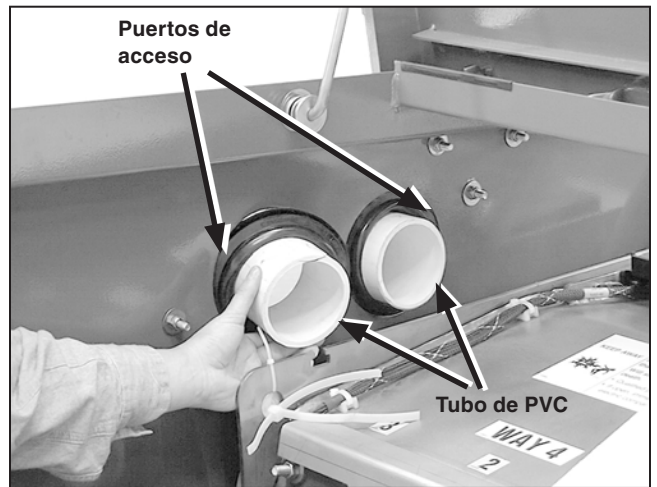

Figura 20. Inserte el tubo de PVC en el puerto de acceso.
- (a) Inserte el tubo de PVC de tres pulgadas en el puerto de acceso. Ver Figura 20. Asegúrese de que se vea el tubo por ambos lados con longitudes iguales en el compartimiento para baja tensión y en el gabinete tipo pedestal.